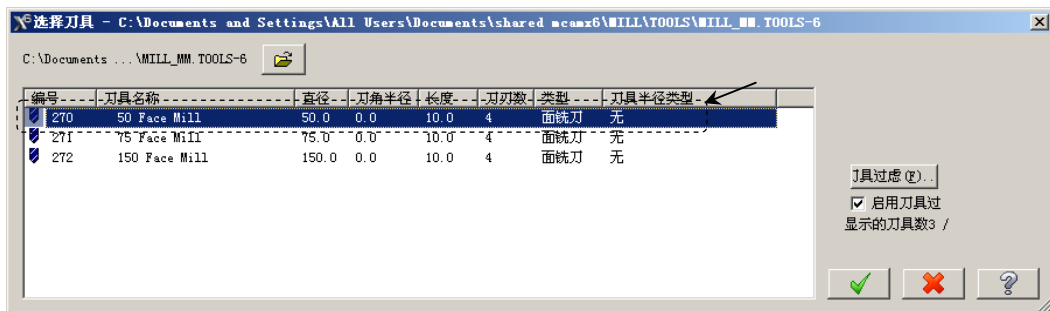

图 11.8 “选择刀具”对话框
Step5. 选择刀具。在“2D 刀具路径-平面铣削”对话框中单击 **选择刀库** 按钮,系统弹出“选择刀具”对话框,在该对话框的列表框中选择图 11.8 所示的刀具。单击  按钮,关闭“选择刀具”对话框,系统返回至“2D 刀具路径-平面铣削”对话框。